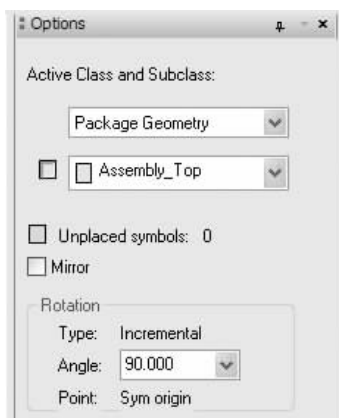

图 10-60 放置元件的参数设置
- 1) 右侧“Option（选项）”面板参数的设置如图 10-60 所示。